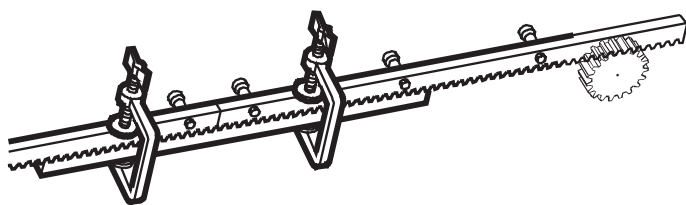

Рисунок 7
8. Используя свободную рейку, выровняйте зубья всех элементов секций (см. рисунок 7).